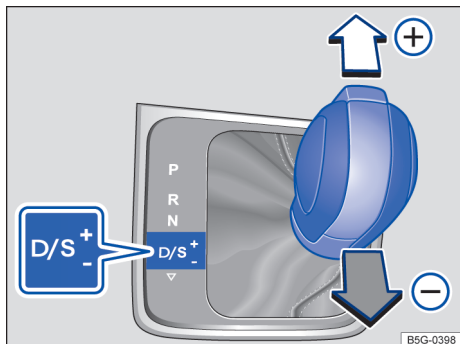

Fig. 133 Alavanca seletora na posição Tiptronic (veículos com direção à esquerda). Veículos com direção à direita são espelhados.
- Mover a alavanca seletora para frente (+) ou para trás (-) para aumentar ou diminuir a marcha → Fig. 133.